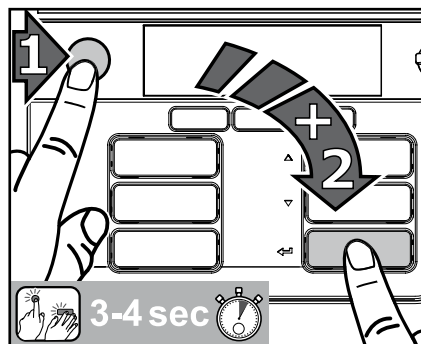

Рис. 34
1. Нажать сначала кнопку СТОП, затем - кнопку ввода  и одновременно удерживать обе кнопки нажатыми 3-4 секунды, чтобы перейти в режим очистки. (Рис. 34)